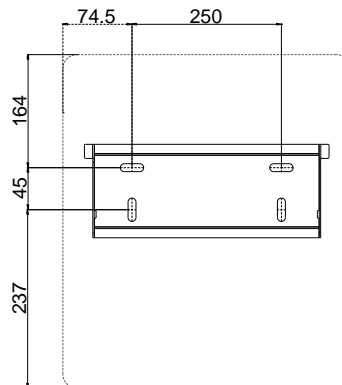

FIG.6-6 Posições de perfuração (L x A, 399 x 446mm)
1) Utilize o suporte de montagem na parede como modelo e marque as posições dos furos, depois faça os 4 furos conforme a FIG. 6-6. (Diâmetro = 11mm, Profundidade ≥ 55 mm).
Nota: As dimensões externas (L x A) do inversor é mostradas como uma linha tracejada na FIG. 6-6.